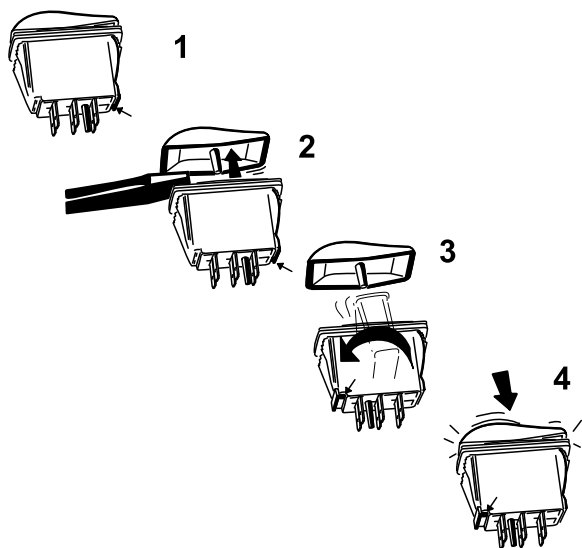

図 21
- B. マイナス・ドライバナを使って、ロッカー・スイッチのカバーを軽くこじってボディーから外す (図 21)。
- C. スイッチ・カバーを保持して、ボディーを 180 度回転させ、ノッチが左前角になるようにする (図 21)。
- D. ロッカー・スイッチのカバーを押してボディーに密着させる (パチンと音がするまで押し込む) (図 21)。